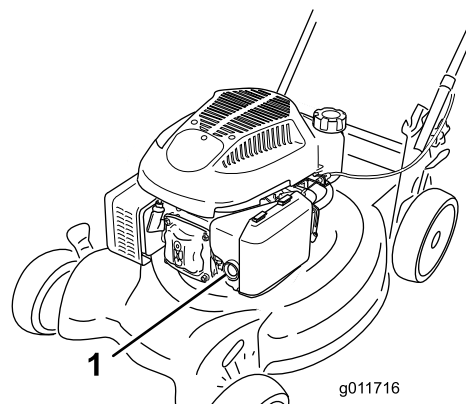

Figura 10
1. Apriete el cebador 3 veces con el dedo pulgar, presionando con fuerza, y manteniendo la presión durante un segundo antes de soltarlo (Figura 10).